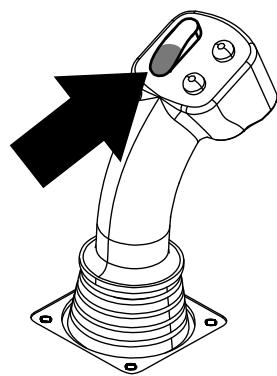
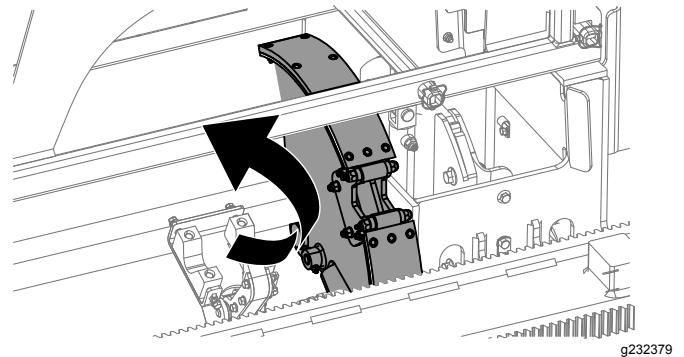

Bild 18
Bild 19
9. Halten Sie den unteren Teil des Kippschalters (Bild 18), bis die Nocken sich zur ausgewählten Reihe unter dem Rohrkasten drehen (Bild 19).